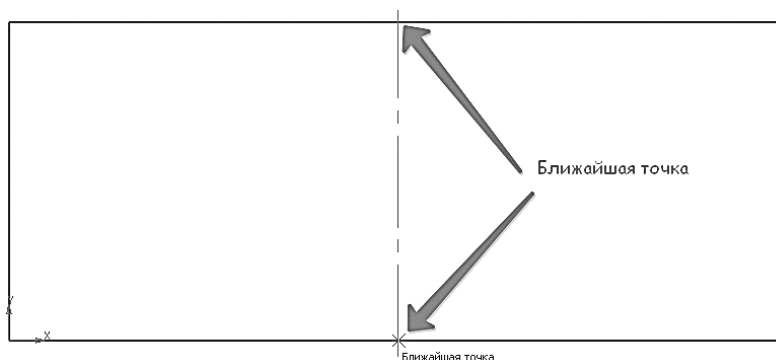

Рис. 97. Построение осевой линии
4.2.3 Нажмите кнопку **Осевая линия по двум точкам** на инструментальной панели **Обозначения**. С помощью привязки **Ближайшая точка** укажите две средние точки горизонтальных отрезков (рис. 97). Для этого подведите курсор к середине верхнего отрезка. На экране отобразится название привязки, а в средней точке отрезка появится значок, свидетельствующий о срабатывании